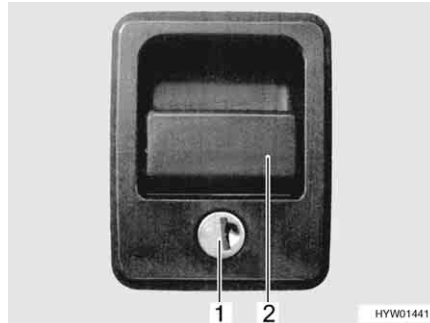

Bild 35 Lucklås med greppkåpa
- Stick in nyckeln i låscylindern (Bild 35,1) och vrid ett kvarts varv. Lucklåset är upplåst.
- Drag i låshandtaget (Bild 35,2). Den utvändiga luckan är öppen.